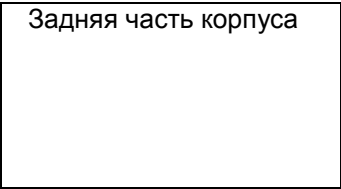

Рис. 13
- 1) Аккуратно отсоедините и снимите заднюю часть корпуса наконечника (Рис. 13).